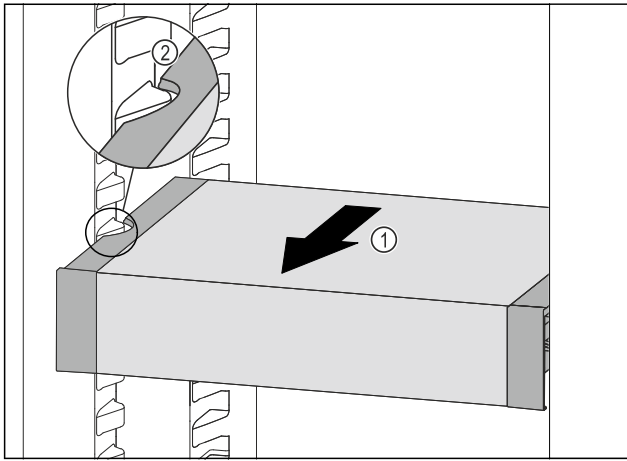

Fig. 119
- ▶ Вытягивайте VarioSafe вперед Fig. 119 (1), пока боковые выемки VarioSafe не окажутся на высоте выступа резервуара в холодильном отделении. Fig. 119 (2)